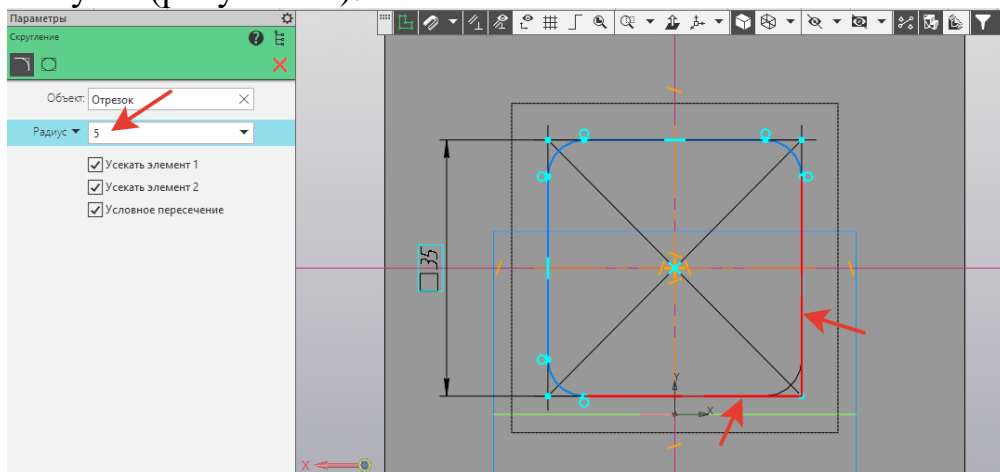

Рисунок 11.
10. На инструментальной панели *Геометрия - Прямоугольник - Прямоугольник по центру и вершине*. В *Параметрах*: *Длина - 35, Ширина - 35*. Закрепить в центре куба. Выполните *Скругление* радиусом - 5, указав две стороны угла (рисунок 11).